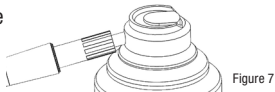
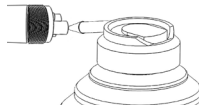

Figure 7
Figure 8
4. Insérez complètement l'adaptateur (figure 7) ou la buse (figure 8) dans l'arrière de la pièce à main et maintenez-le en place.